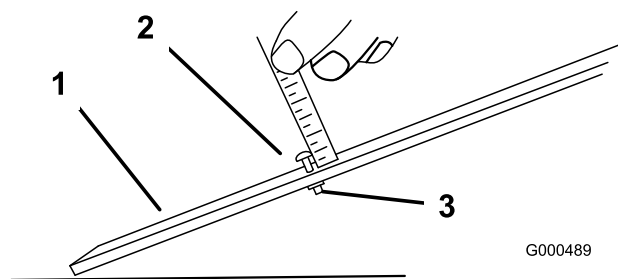

Рисунок 15
2. Ослабьте гайку на измерительной планке и установите болт регулировки высоты на требуемую высоту скашивания (Рисунок 15). Расстояние между нижней поверхностью головки болта и лицевой стороной планки — это и есть высота скашивания.